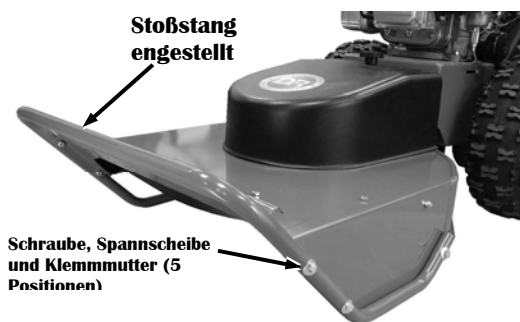

Abbildung 35
2. Entfernen Sie mithilfe der beiden 1/2" Schraubenschlüsseln die fünf Schrauben, Spannscheiben und Klemmmuttern, die das Gestell befestigen (**Abbildung 35**).